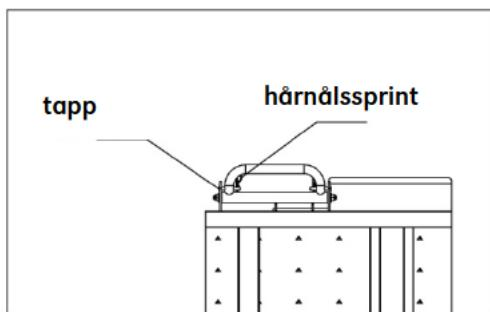

Bild 1
1. Montera handtaget med tappen och hårnålssprinten (bild 1).